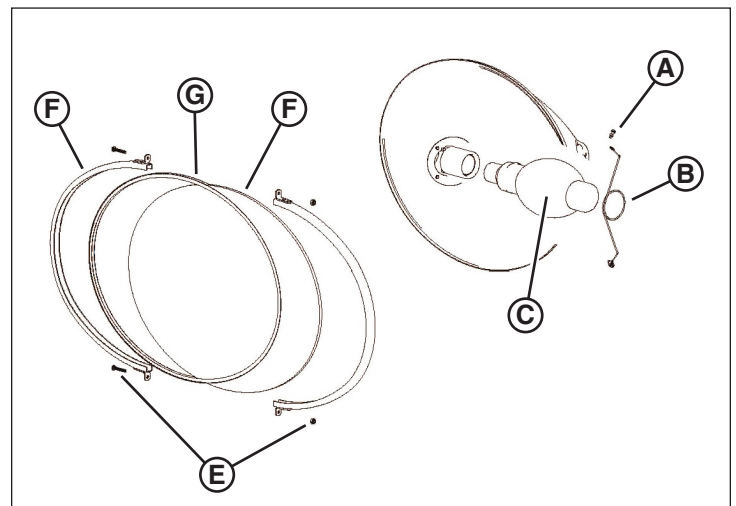

Figura 38
3. Afloje los tornillos del canal de la lente (E, Figura 38) para permitir la extracción del canal (F).
4. Quite la empaquetadura de silicona (G, Figura 38) y la lente (H).
5. Quite los tornillos del sujetador de soporte (A, Figura 38) y el sujetador de soporte (B).
6. Quite con cuidado la lámpara antigua (C, Figura 38) e instale la lámpara de repuesto correcta. Consulte **Especificaciones**.
7. Limpie el reflector (D, Figura 38) y la lente.